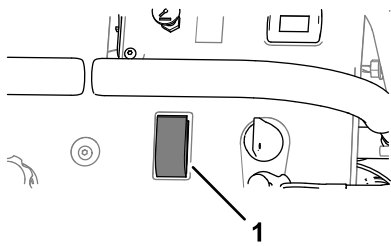

Figure 43
9. Réglez la commande de la pompe à la position MARCHÉ (Figure 43).